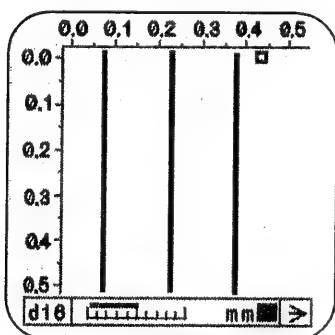

図43
- 鉄筋の上を通過すると、鉄筋の位置がバー(太線)で表示されます。(図43参照)